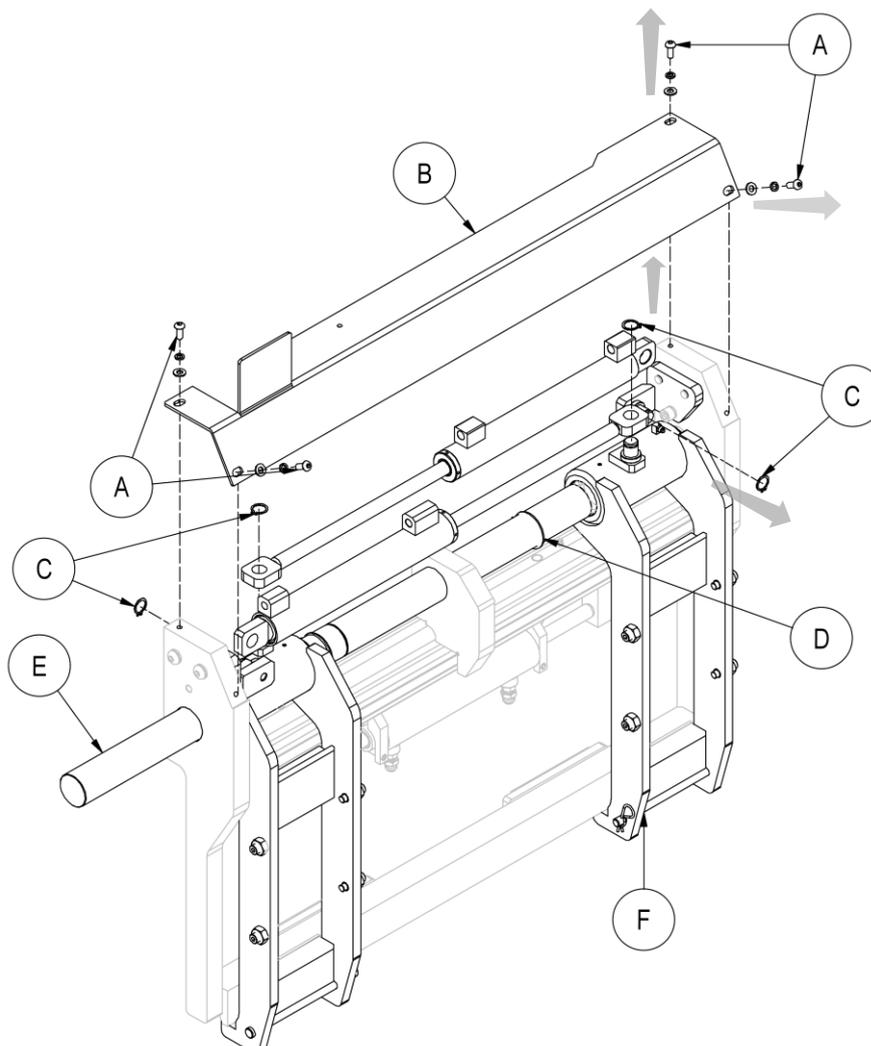

Figure 20
6. Desserrez l'anneau élastique **D** qui bloque la barre et retirez-le de son logement en le plaçant à une distance suffisante pour pouvoir retirer le fourreau du même côté (voir *Figure 20*).
7. À l'aide d'un marteau en caoutchouc, poussez doucement la barre **E** (voir *Figure 20*).
8. Retirer en faisant attention au fourreau **F** (voir *Figure 20*).